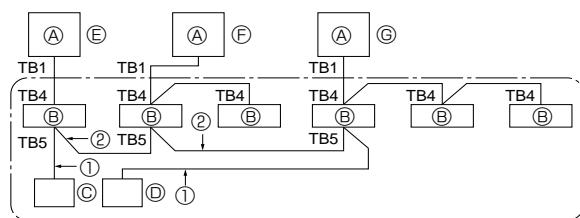

Fig. 10-1
① Alimentare l'impianto (interruttore automatico).
② Una volta che la valvola di arresto del gas si chiude, impostare lo switch SWP sul pannello di comando dell'unità esterna su ON. Il compressore (unità esterna) e i ventilatori (unità interna ed esterna) iniziano a funzionare e la fase di recupero del refrigerante comincia. I LED1 e LED2 sul pannello di comando dell'unità esterna sono accesi.
③ Poiché l'unità si ferma automaticamente circa due o tre minuti dopo il recupero del refrigerante (LED1 e LED2 sono accesi), accertarsi di chiudere velocemente la valvola di arresto del gas. Quando i LED1 e LED2 sono accesi e l'unità esterna è bloccata, aprire completamente la valvola di arresto del liquido e ripetere la fase ② dopo tre minuti.
④ Scollegare l'alimentazione (interruttore di circuito).
10. Controllo del sistema (Fig. 10-1)